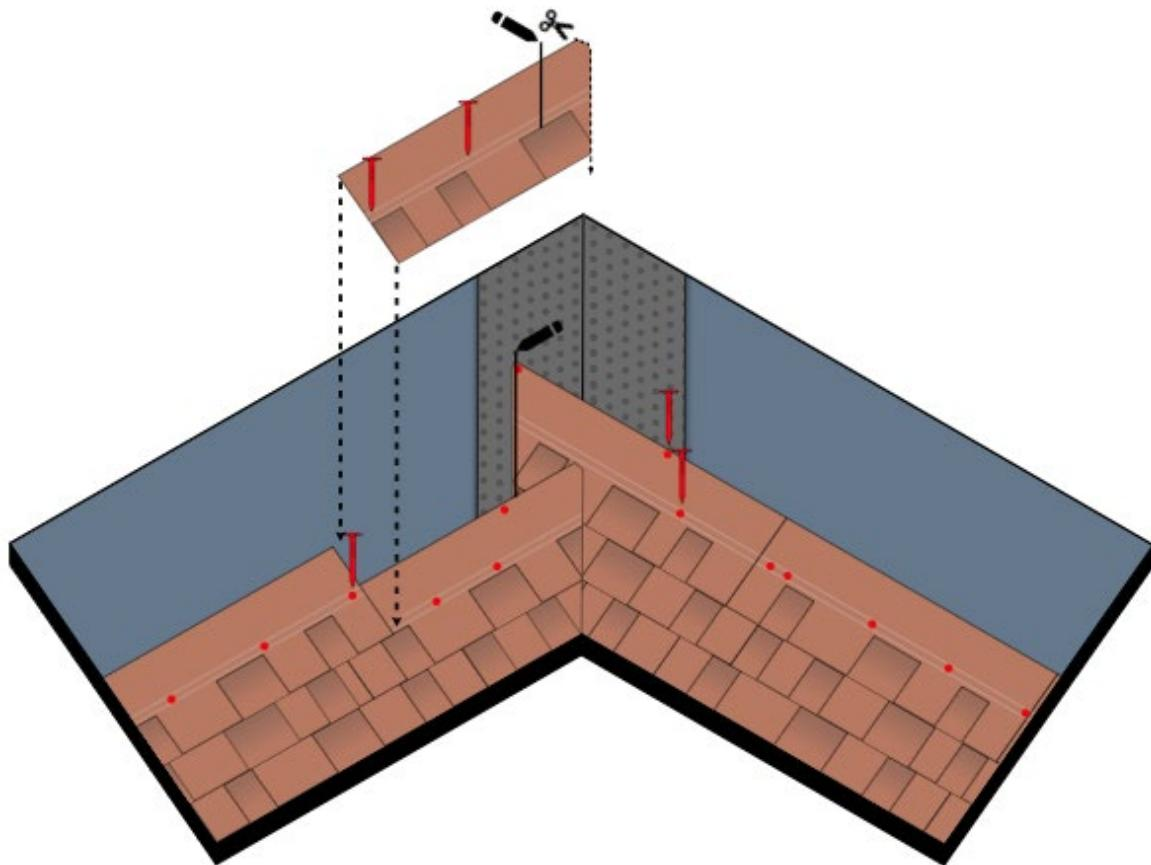

Fig. 15 – Posa tegole sul compluvio
- Posizionare un cordolo di Bitustick per fissare la tegola oltre i 30 cm dalla linea di compluvio. Una volta posate le tegole sul compluvio, è buona norma tagliarle seguendo la parallela a 30 cm alla linea di compluvio – Fig. 15.
- Una volta completata la prima falda per l'intera lunghezza del compluvio, passare alla falda adiacente. Iniziare la posa delle tegole dalla fila di partenza e proseguire per file successive. L'ultima tegola di ogni fila dovrà arrivare almeno fino all'asse di compluvio – Fig. 15.
- Chiodare le tegole fino a 30 cm dall'asse del compluvio. Completata la posa delle tegole anche per la seconda falda, tracciare l'asse del compluvio. Procedere quindi al taglio delle tegole della seconda falda seguendo la linea di compluvio. Tagliare trasversalmente lo spigolo superiore di ogni tegola al compluvio, in modo da convogliare l'acqua discendente lungo l'asse del compluvio. Sollevare le tegole, una per volta e fissarle con del Bitustick – Fig. 15.